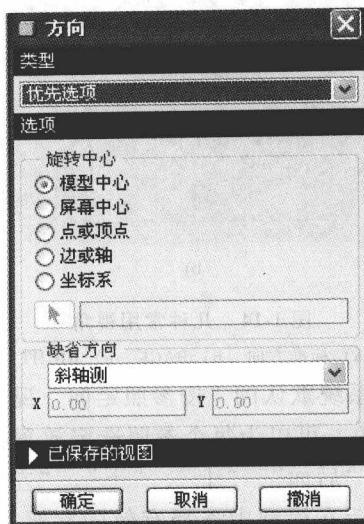

图 1-17 设置“优先选项”
(3) 优先选项 在“方向”对话框的“类型”选项列表框中选择“优先选项”选项时，可以重新设置模型的旋转中心和默认方向，如图 1-17 所示。